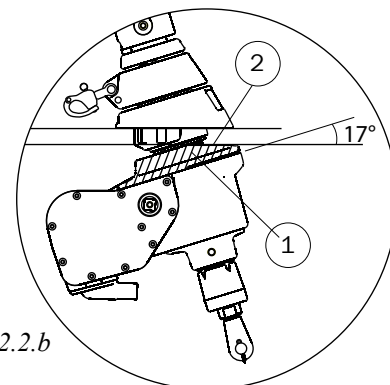

Fig. 3.2.2.b
Den svarta kragen ① (fig. 3.2.2.b) på 300TD-modellens motorenhet är avfasad ② för att åstadkomma ett F-mått på 20 mm, se tabell 3.2.2.a.